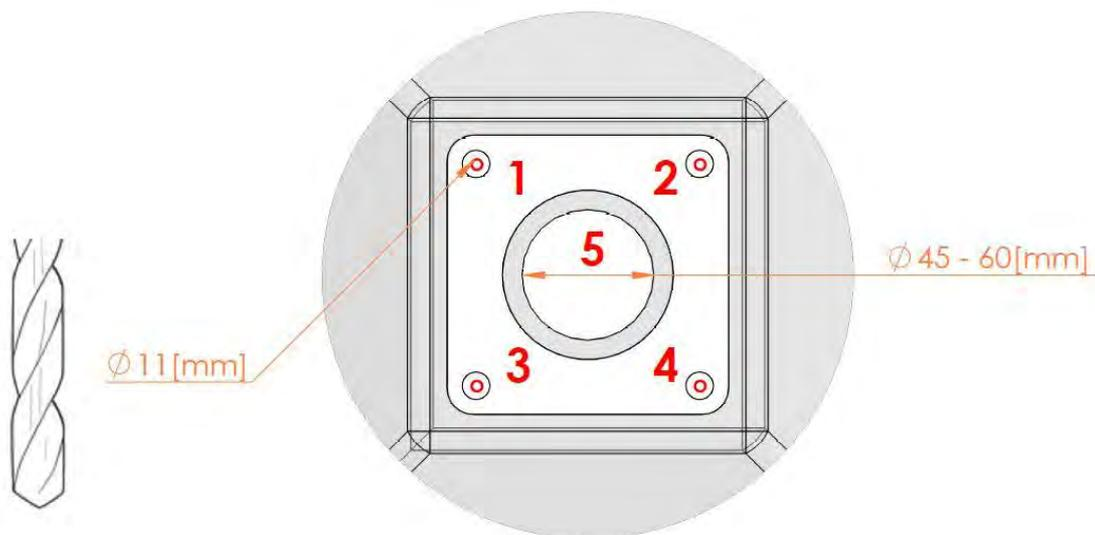

Figura 8
2. Forare la cappa seguendo i diametri presenti in figura 8;
Il foro centrale n.5 (figura 8) della cappa deve essere eseguito rispettando il diametro indicato.